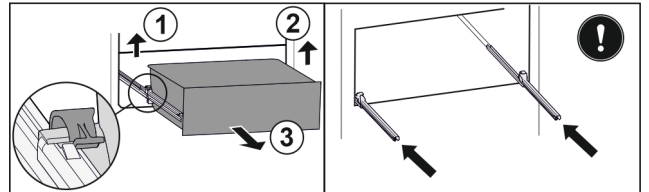

Fig. 37*
- Linke Klemme anheben und gleichzeitig das Schubfach links nach vorne ziehen Fig. 37 (1).*
- Rechte Klemme anheben und gleichzeitig das Schubfach rechts nach vorne ziehen Fig. 37 (2).*
- Schubfach nach vorne entnehmen Fig. 37 (3).*